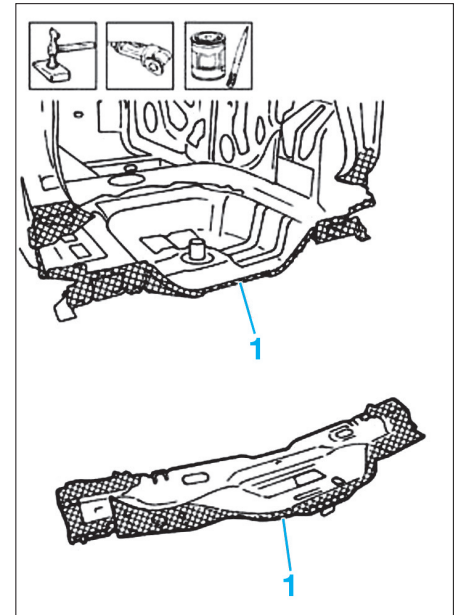

FIG. 26
- Nettoyer les zones (1) (Fig.26) sur le véhicule et sur les pièces neuves.